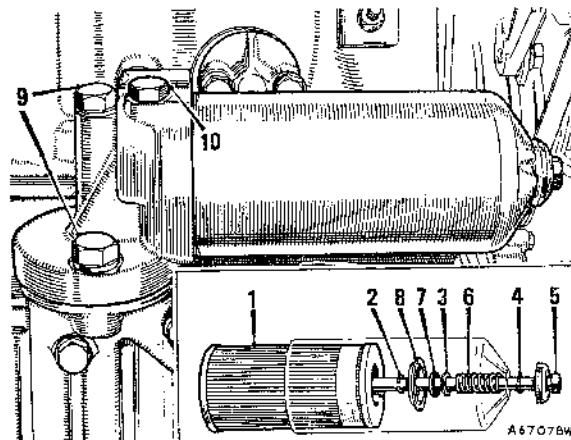

Fig. Aa.1
- (6) Montar de nuevo la cuba del filtro renovando el elemento y poniendo los componentes internos en el orden indicado en la Fig. Aa.1. Asegurarse de que la junta entre la cuba y la tapa frontal esté bien colocada.